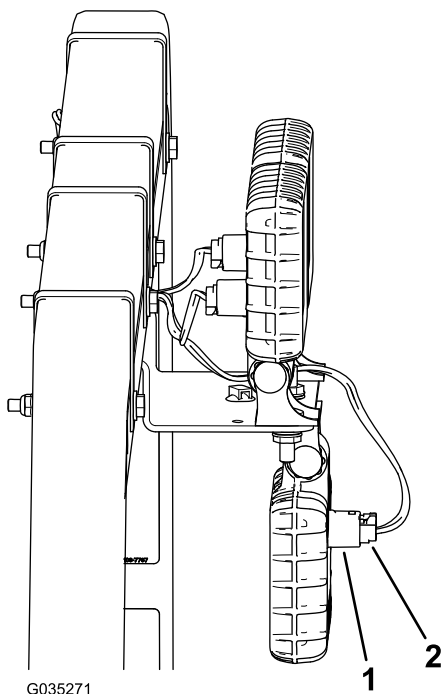

Figura 6
4. Conecte los 3 conectores del arnés de cables a las 3 aberturas en las 3 luces de trabajo LED (Figura 6).